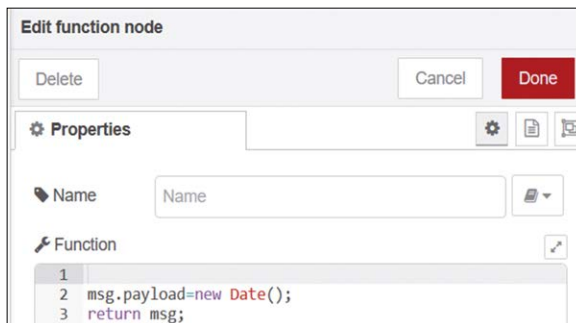

Figure 4.12 Fonction pour obtenir les données et l'heure
- Raccordez les deux nœuds ensemble. Cliquez sur le nœud de fonction et saisissez ce qui suit comme indiqué dans la figure 4.12. Cliquez **Terminé** :